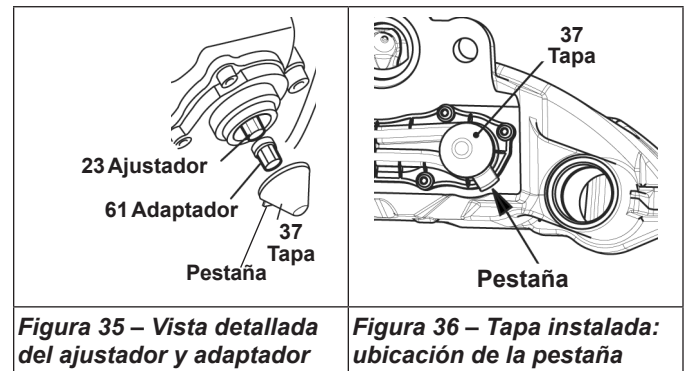

Figura 35 – Vista detallada del ajustador y adaptador
Con fines ilustrativos, en la vista detallada (figura 35) se muestra el ajustador (23) y el adaptador de cizalla (61) separados. Al usar el mecanismo de ajuste, asegúrese siempre de que el adaptador de cizalla esté instalado en el ajustador.